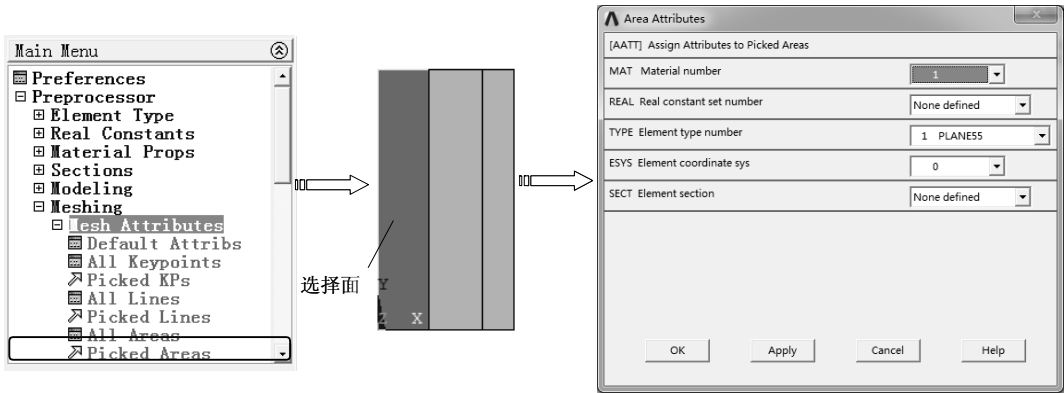

图 8-30 设置面单元属性
1) 选择 “Main Menu>Preprocessor>Meshing>MeshAttributes>Picked Areas” 命令，弹出 “Area Attributes” 对话框，拾取最左侧的面，单击 “OK” 按钮，弹出 “Area Attributes” 对话框，在 “Material number” 下拉列表中选择 “1”，单击 “OK” 按钮完成面单元属性的设置，如图 8-30 所示。